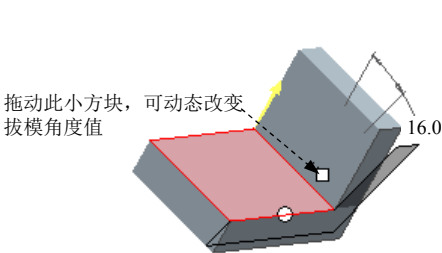
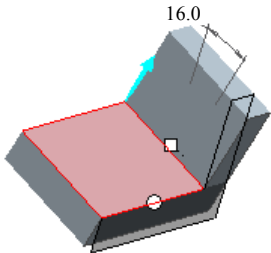

图 8.6.6 调整拔模角大小
图 8.6.7 改变拔模角方向
Step6. 修改拔模角度及方向。在操控板中，可输入新的拔模角度值（图 8.6.6）和改变拔模角的方向（图 8.6.7）。